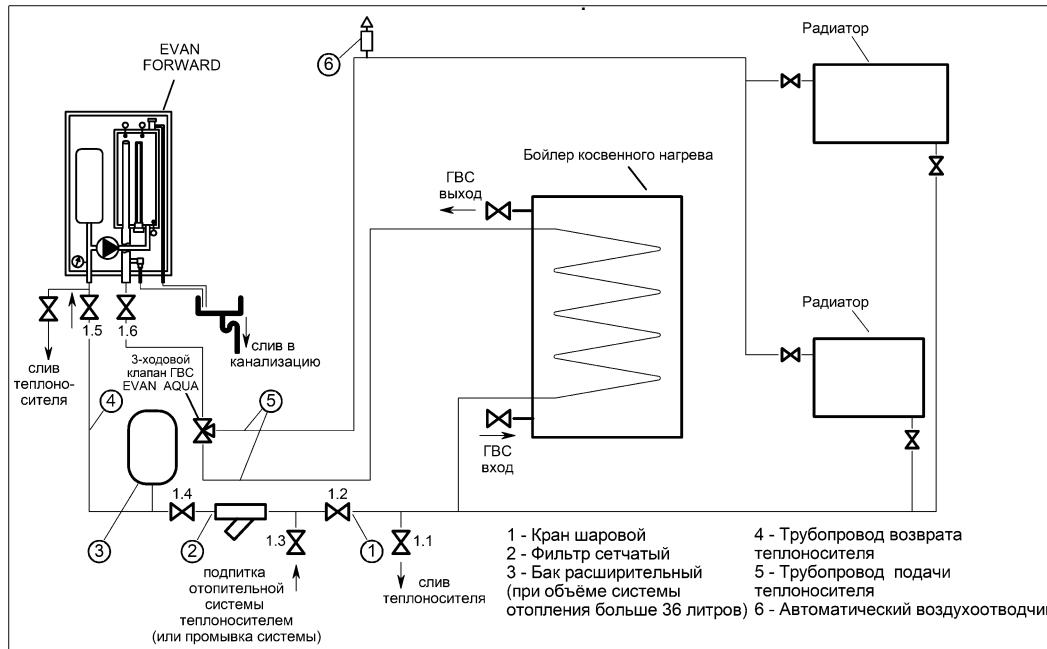

Рисунок 4. Типовая гидравлическая схема системы отопления
4.2.2 Рекомендуемая типовая гидравлическая схема приведена на рис. 4. В системе отопления должны быть обязательно установлены:
5.2.2 Описание действий в п.5.2, п.5.3, п.5.4 выполнено по типовой гидравлической схеме приведённой на рис. 4.